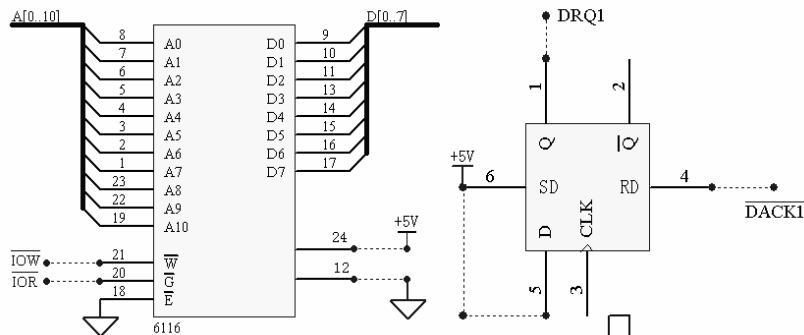

图 2-22
2、用通用插座按图2-22将6116电路连接好(74LS74利用实验台上的D触发器)。编程将主机内存缓冲区60000H, 偏移量为0的一块数据循环写入字符A~Z, 用Block MODE DMA方式传送到实验箱上的RAM6116上, 再将实验箱上6116的内容用Demand Mode DMA方式传送到主机内存缓冲区60000H, 偏移量为0400H里, 用户每发出一次DMA请求, PCI板卡上的DMA控制器将6116中的一个双字传送到主机内, 程序不断显示主机内容。